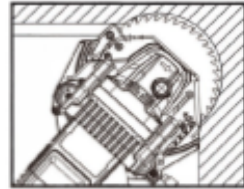

Abbildung 11
- Drückendie Säge in die Ecke (siehe Abbildung 11).